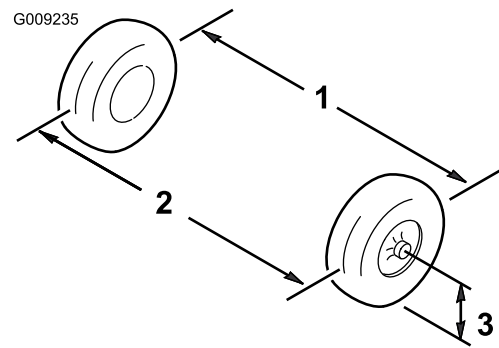

Figure 59
1. Mesurez la distance entre les roues avant à hauteur d'essieu, à l'avant et à l'arrière des roues (Figure 59).